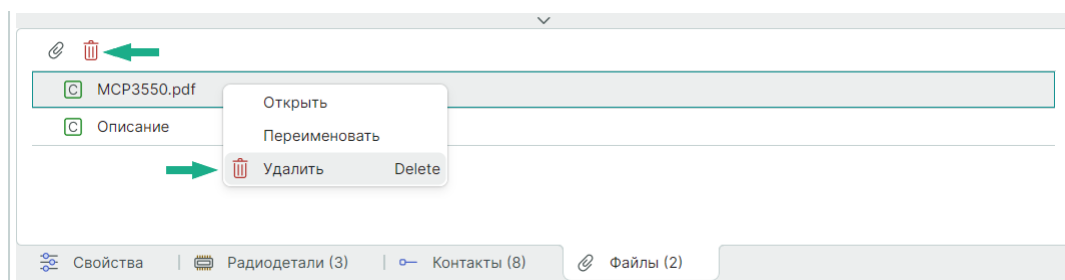

Рис. 328 Удаление файла данных из описания компонента
2. Нажмите на символ  «Удалить» или воспользуйтесь контекстным меню, см. Рис. 328.